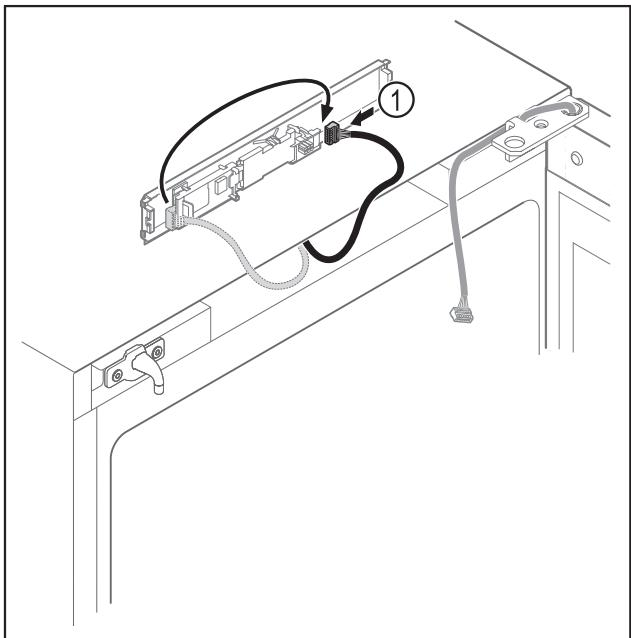

Fig. 14
- Vėl įkiškite kištuką į plokštę Fig. 14 (1).